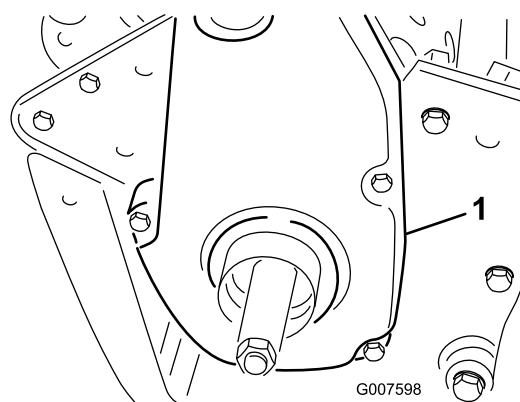

Рисунок 44
6. Снимите задний кожух ремня с правой стороны машины (Рисунок 44).